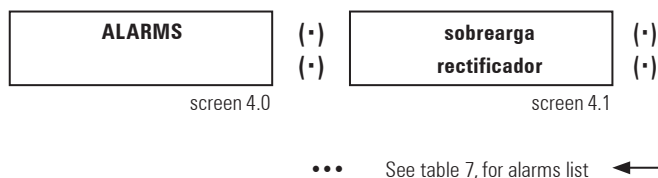

Fig. 48. Tela 4.0 «Alarmes» e seus submenus.
7.3.5. " ALARMES " (tela do menu 4.0). Ver Fig. 48.
Por meio de chaves (▶) São exibidos alarmes ativos, podendo passar de um para outro dentro da lista de alarmes com as teclas (▶) ou (◀). Se não houver alarme, não será possível avançar com a tecla (▶). FIG. 48 mostra apenas um alarme como exemplo, mas pode haver alguns deles ativos ao mesmo tempo.